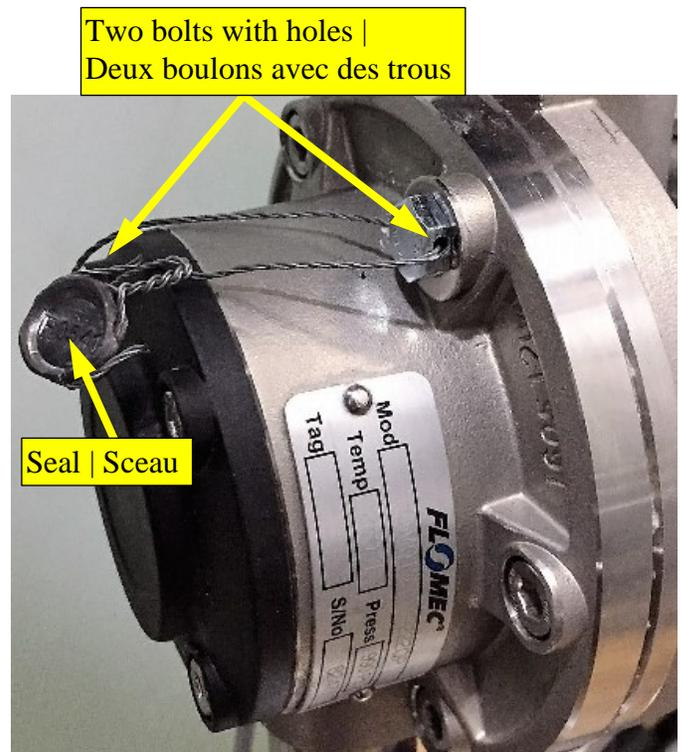

Figure 7 Sealing the meter using two bolts |
- Meter (see Figure 7),
- Débitmètre (voir Figure 7),